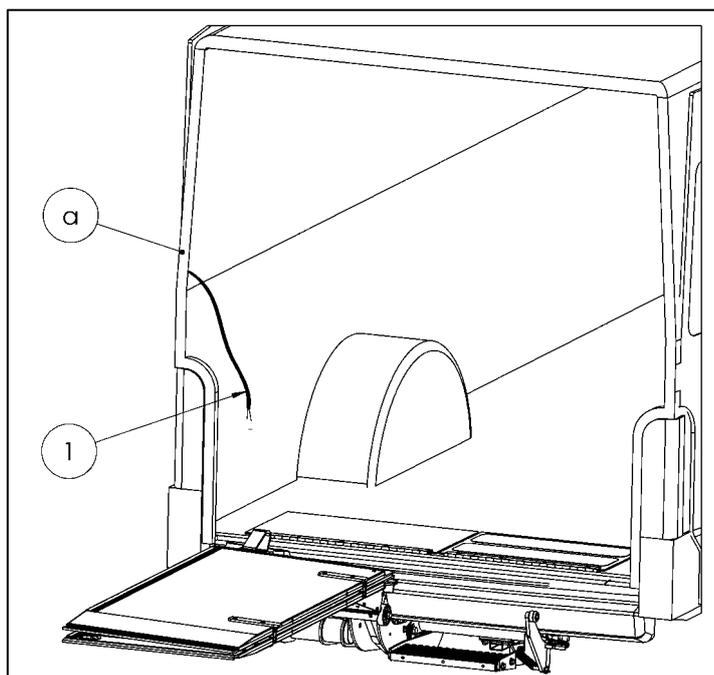

Fig. 63
- Busque el punto de conexión del cable para la luz de la matrícula (1) en la columna (a) en el Ford Transit (vea Fig. 63).